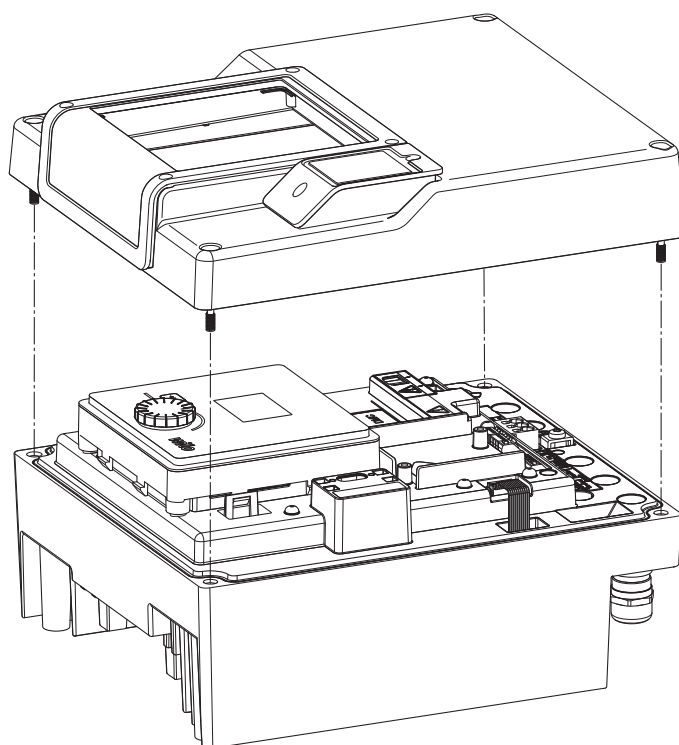

Fig. 45: Deckel des Elektronikmoduls öffnen
- Deckel des Elektronikmoduls öffnen. (Fig. 45).